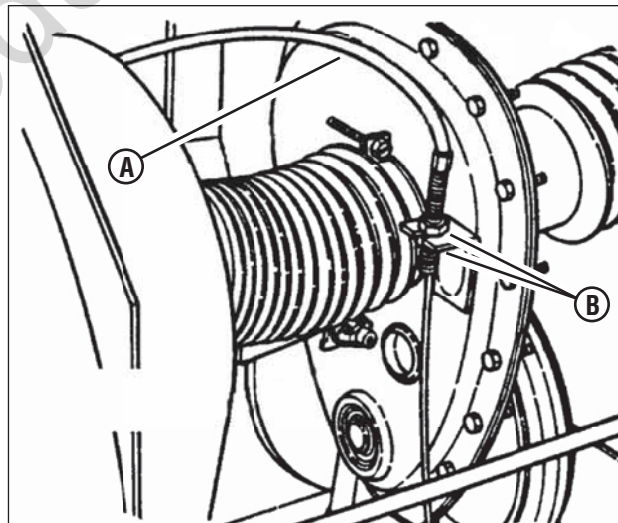

Figura 41: Porcas de ajuste do cabo do freio
6. Se a medida não for 3/4", solte as duas porcas de regulagem (A, Figura 41). Fixe o cabo da embreagem/freio (B) ao suporte do protetor da corrente.